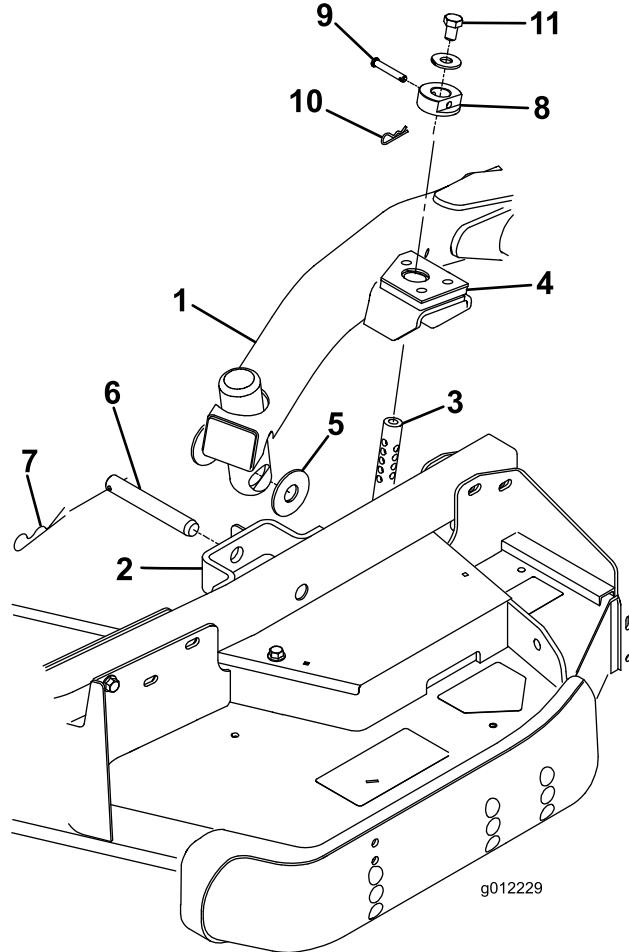

Figura 23
- Desloque a alavanca de elevação para a posição Suspensa. Empurre um braço de elevação para baixo até que os furos no braço fiquem alinhados com os furos do suporte do braço da roda giratória e a haste de altura de corte possa ser inserida nas pastilhas do braço de elevação (Figura 23).
- Prenda o braço de elevação ao braço da roda giratória com (2) anilhas de encosto, um passador de forquilha e um pino de gancho. Posicione as anilhas de encosto entre o braço de elevação e o suporte do braço da roda giratória (Figura 23). Insira
9. Instale o anel da altura de corte nas varetas da altura de corte e prenda os passadores de forquilha e pernos do gancho (Figura 23). A cabeça do passador de forquilha deve ser posicionada virada para a frente da plataforma.
10. Instale um parafuso de 1/2 x 3/4 pol. e uma anilha na parte superior de cada vareta da altura de corte (Figura 23).